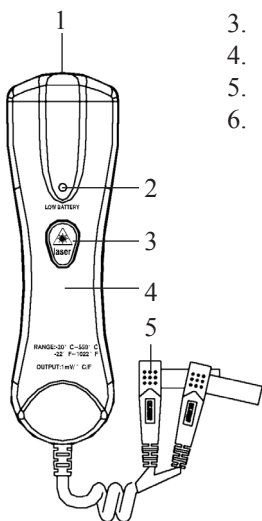

Рис. 1
2. Отключите батарею и с помощью переключателя 6 (рис. 1) выберите желаемые единицы измерения температуры.